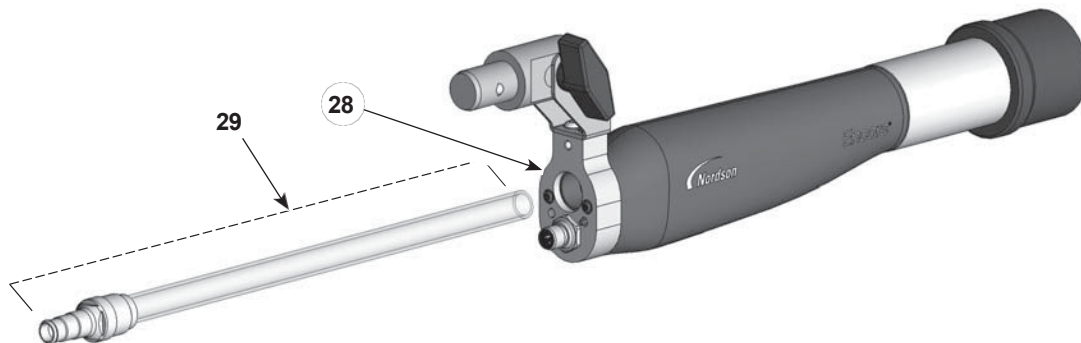

Abbildung 15 Austausch des Pulverschlauchs
19. Siehe Abbildung 15. Setzen Sie den Pulverschlauch (22) mit einer Drehbewegung in den Adapter (30) ein, um den Schlauch am inneren O-Ring vorbeizuführen, bis er vollständig sitzt.